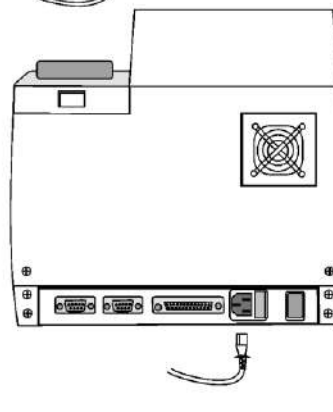

Рис.2-12
2.3.10. Подключение электропитания (рис. 2-12)